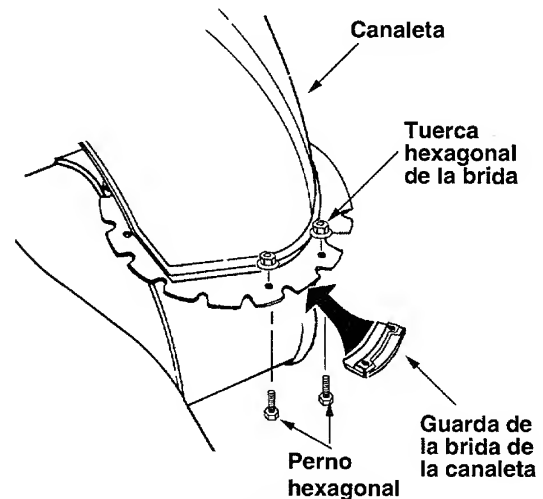

Figura 6
canaleta según se muestra en la Figura 6. Usted encontrará las guardas de la brida de la canaleta en el Grupo E del conjunto de la ferretería.
- Inserte el perno hexagonal de 1/4-20 del grupo E del conjunto de ferretería (en la página 6) a través de la guarda de la brida de la canaleta y del conjunto de la canaleta según se muestra en la figura 6. No ajuste en este momento. Gire la canaleta para instalar todas las guardas de la brida.